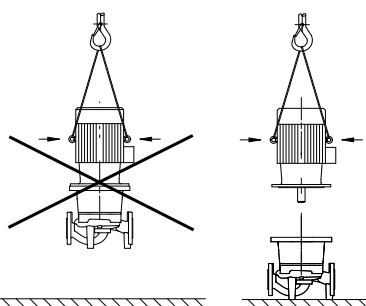

Fig. 20: Trasporto del motore
- Utilizzare gli occhielli di sollevamento del motore solo per sostenere il carico del motore stesso e non quello dell'intera pompa (fig. 20).